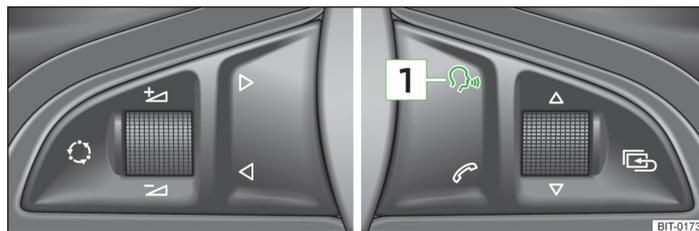

Fig. 83 Volante multifunción: manejo por voz
Pulsando brevemente la tecla **1** » fig. 83 en el volante multifunción.
Si el sistema está reproduciendo un mensaje, es necesario finalizar el mensaje que se está reproduciendo pulsando brevemente la tecla **1** » fig. 83 del volante multifunción.
- pulsando brevemente la tecla **1** » fig. 83 en el volante multifunción.